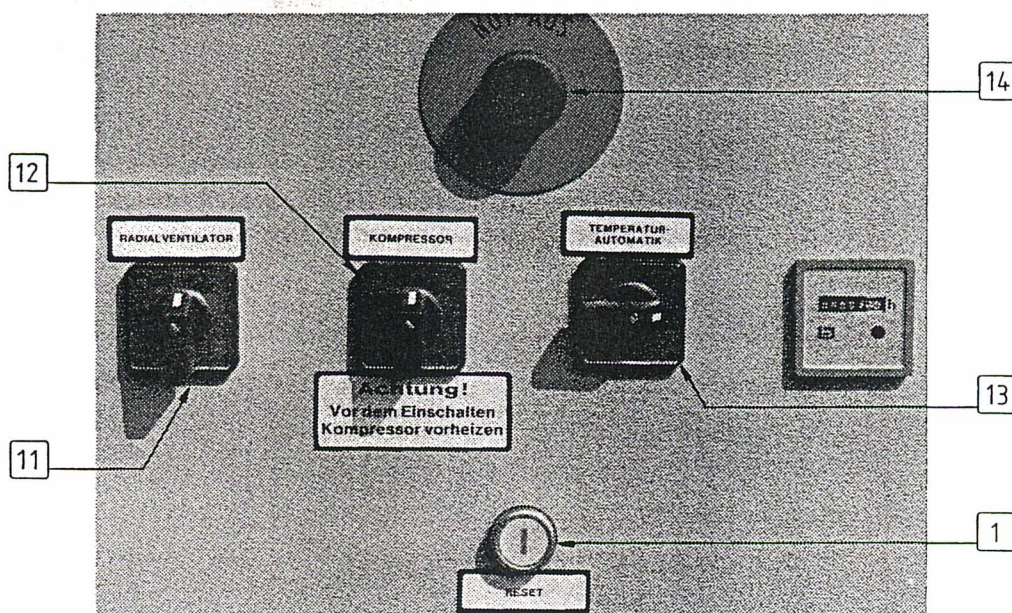

Bild 13: Prinzipielle Anordnung der Schalter und der Resettaste
Die **Resettaste** [1] muß zum Einschalten der Maschine betätigt werden, sofern diese aufleuchtet. Schalten Sie die Knebelschalter **Ventilator** [11] und **Kompressor** [12] von 0 auf I. Die Maschine läuft erst an, nachdem die Zeitverzögerung abgelaufen ist. Der Kompressor arbeitet zum Ventilator (39) ebenfalls zeitverzögert und startet, wenn der Ventilatormotor (38) seine Nenndrehzahl erreicht hat. Die **Vorheizlampe** (2) erlischt. Siehe hierzu Bild 13.